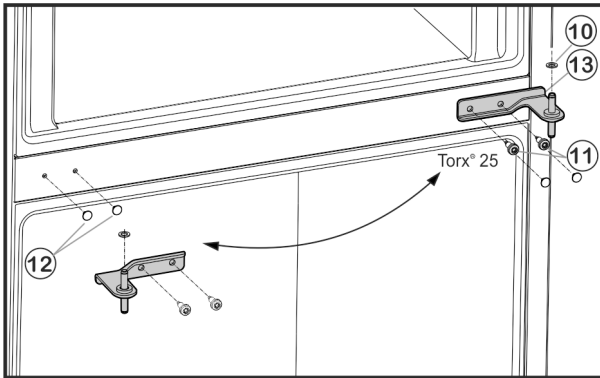

Fig. 6
- ▶ Внимателно издърпайте капците *Fig. 6 (12)* и отново ги поставете на срещуположната страна.